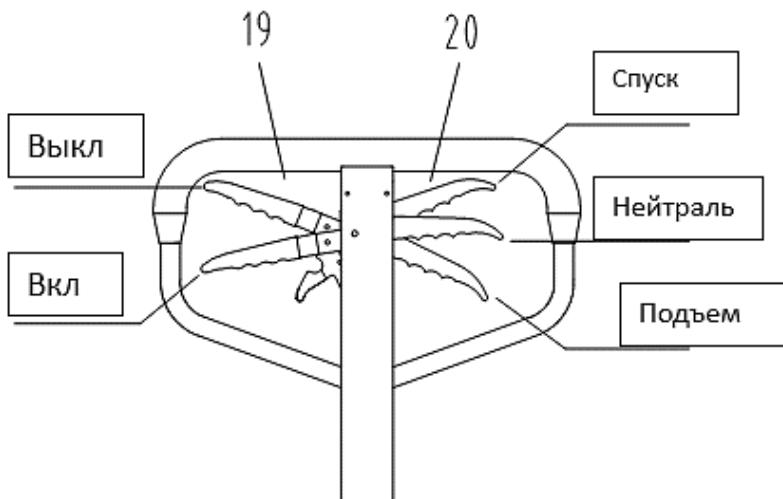

Рис.8
После завершения сборки переведите левую ручку ручки 19 в нерабочее положение, попробуйте раскачать ручку и поработайте с разными положениями правой ручки рукоятки управления 20, проверьте, нормальны ли подъем, нейтраль и опускание, (См. Рис.8.)
- Если рукоятка 20 поднята, тележка находится в состоянии подъема, если в этот момент вы качнете ручку, тележка будет поднята, (См. Рис.8)
- Если в этот момент вы качнете ручку, тележка не будет ни опускаться, ни подниматься. Вы можете использовать тележку для перемещения груза, см. рис.8.
- Если рукоятка 20 находится в положении опускания, вилы тележки опускаются. В этом случае вилы тележки опускаются автоматически, (См. Рис.8)